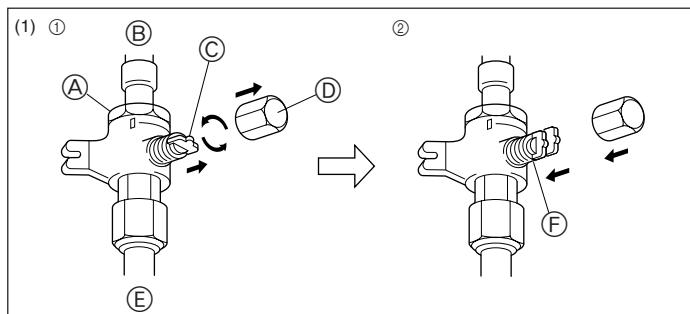
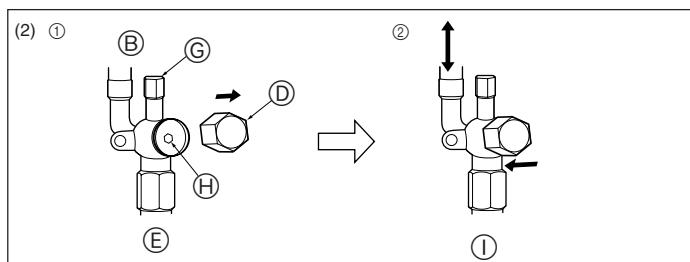

Fig. 4-5
Fig. 4-6
(1) Gasseite von RP2.5-6 (Fig. 4-5)
① Die Kappe entfernen, den Handgriff nach vorne ziehen, und zum Öffnen um 1/4 Umdrehung gegen den Uhrzeigersinn drehen.
② Sicherstellen, daß das Absperrventil vollständig offen ist, den Handgriff eindrücken, und die Kappe zurück in Ausgangsstellung drehen.
(2) Flüssigkeitseite von RP2.5-6 und Gas-/Flüssigkeitseite von RP1.6, 2 (Fig. 4-6)
① Entfernen Sie die Kappe und drehen Sie die Ventilstange mit einem 4 mm-Schakschlüssel bis zum Anschlag gegen den Uhrzeigersinn. Hören Sie auf zu drehen, wenn der Anschlag erreicht ist.